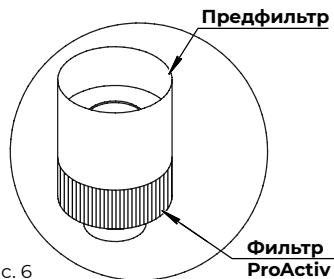

Рис. 6
1. Рекомендуется производить очистку поддонов и растворного бака ⑩ от органических отложений по мере их засорения проточной водой не менее 1 раза в месяц.
2. Не реже 1 раза в квартал проводить дезинфекцию системы следующим образом: на 1 л воды добавить 100 мл раствора медицинской перекиси водорода 37%. Залить в растворный бак ⑩ и включить полив ②②. Обработать не менее 30 минут. Слить отработанный дезинфицирующий раствор и промыть проточной водой (см. Техническое обслуживание: слив воды).
3. Необходимо раз в квартал обслуживать предфильтр (Рис. 6): стирка, замена.
4. Необходимо менять фильтр ProActiv ⑮ (Рис. 6) по мере загрязнения, не реже 1 раза в 2 года.
5. Регулярно проверять и чистить фильтр грубой очистки раствора ⑦ не реже 1 раза в месяц.